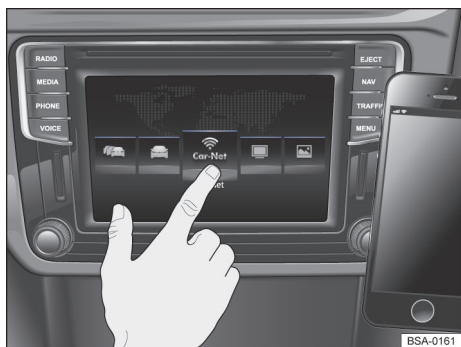

Fig. 126 Cadastrar no Volkswagen Car-Net com o sistema Infotainment e o telefone móvel.
- Tocar na superfície de função **Cadastrar** no menu principal do sistema Infotainment → Fig. 126.
- No menu principal, tocar na superfície de função  → Fig. 126.